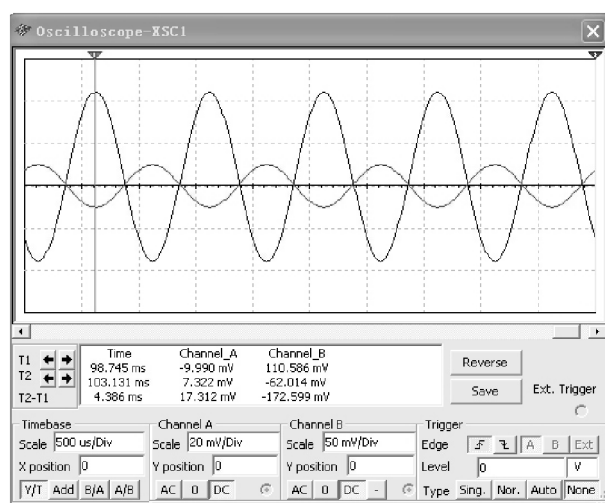

图 6-39 放大电路的输入和输出电压波形
(2) 单击仿真开关激活电路, 双击示波器图标, 显示屏上将出现放大电路的输入和输出电压波形, 如图 6-39 所示。
常用的三端可调输出集成稳压器有：LM117、LM217、LM317 等，图 6-39 所示是一个应用实例。三端可调输出集成稳压器的引脚分为输入端、输出端和调整端。由于三端可调输出集成稳压器的内部，在输出端和调整端之间是 1.25V（用 U_{REF} 表示）的基准电压，所以